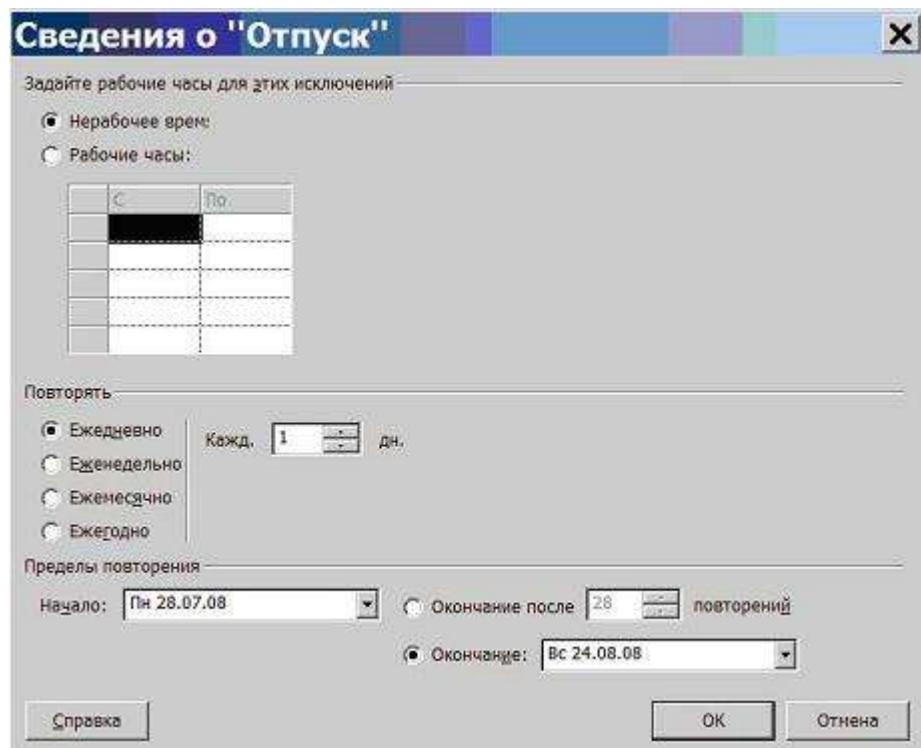

Рис. 3.4. Окно сведений об исключении
1. Вкладка *Исключения*. Отображает список исключений, добавленных в календарь. Исключения предназначены для ввода данных о нерабочих днях (праздники, отпуска, отгулы и т.п.) и для создания рабочих дней с нестандартным графиком (предпраздничные дни и т.п.). Исключение задается отдельной строкой списка, в которую заносятся название, даты начала и окончания исключения. Для удаления строки из списка предназначена кнопка *Удалить*, а для редактирования параметров исключения – кнопка *Подробности*. Для ввода подробностей открывается отдельное окно, изображенное на рис. 3.4. Здесь заданы параметры исключения *Отпуск длительностью 28 календарных дней с 28.07.08 по 24.08.08*. Параметры окна позволяют задать указанный период нерабочим (переключатель *Нерабочее время*) или нестандартным рабочим временем (переключатель и список *Рабочие часы*); шаблон повторения (группа полей *Повторить*) с интервалом день, неделя, месяц, год; границы исключения (группа полей *Пределы повторения*).